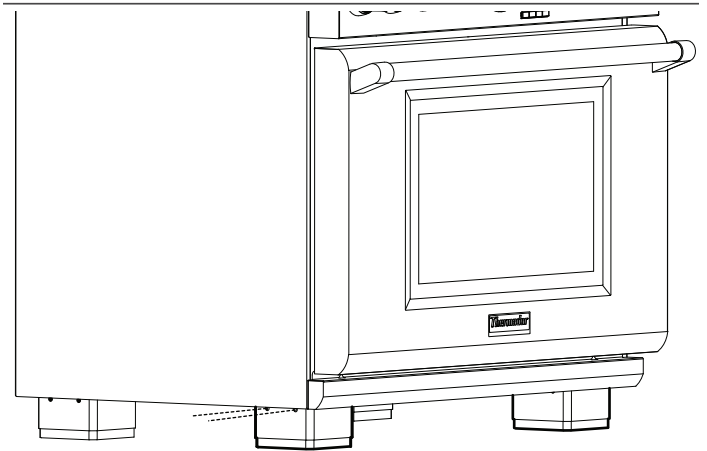

Figure 28 : Recouvrements des pattes installés
1. Enlevez les recouvrements des pattes. Pour ce faire, faites glisser la manche extérieure des recouvrements de pattes vers le bas, en enlevant les encoches extrudées de la base en aluminium (voir Figure 28).